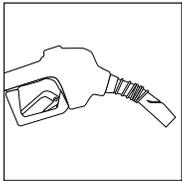

Ilustración 9
- ✓ Asegúrese de que el tubo de descarga no esté doblado ni dañado. (Vea la ilustración 9)